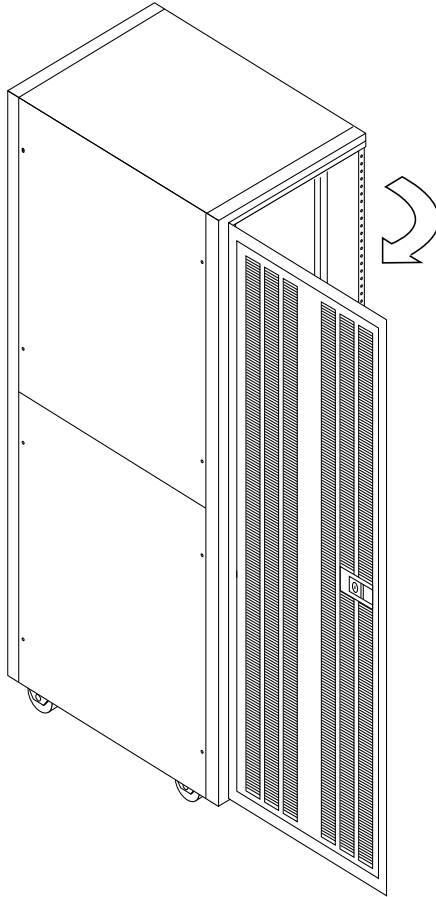

FIGURE 7-2 Ouverture de la porte arrière du système de stockage
- Ouvrez la porte arrière de l'armoire d'extension (FIGURE 7-2).